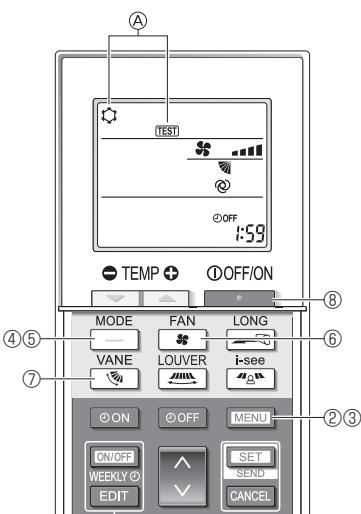

Fig. 7-5
- Πατήστε το κουμπί **[MENU]** για 5 δευτερόλεπτα. (Fig. 7-5)
Εμφανίζεται η ένδειξη **Ⓐ TEST** (Δοκιμαστική λειτουργία) και η τρέχουσα κατάσταση λειτουργίας. (Fig. 7-5)